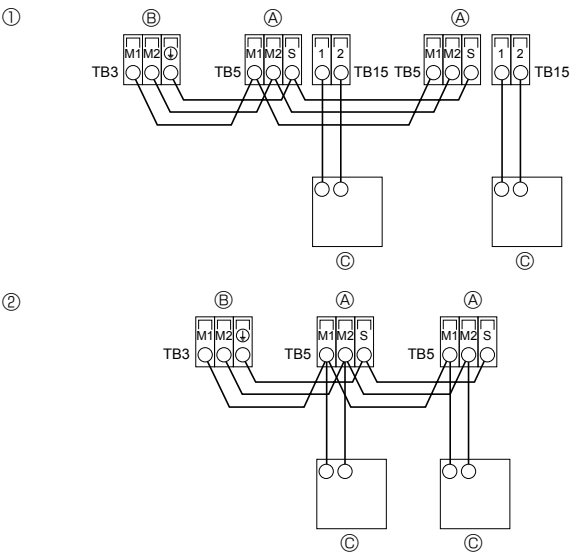

Fig. 4-3
4.4. Raccordement des câbles de la commande à distance et des câbles de transmission intérieurs et extérieurs (Fig. 4-3)